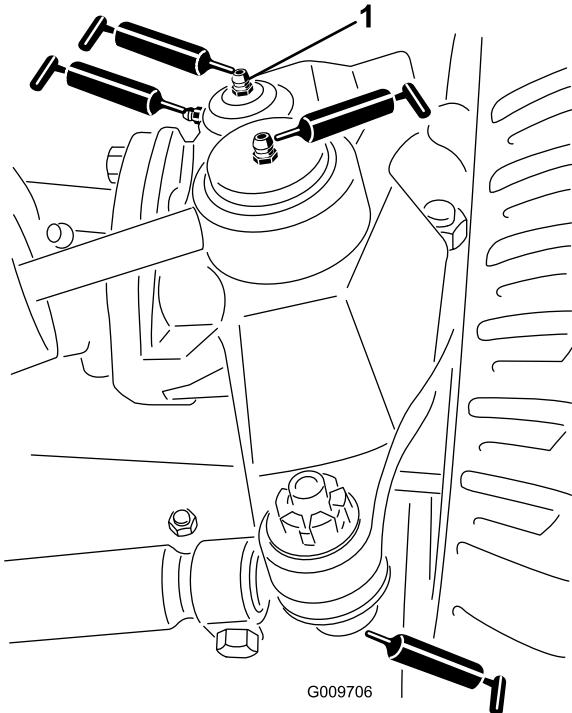

Figura 66
- Giunti sferici (2) del cilindro di sterzo (Figura 66)
- Giunti sferici (2) del tirante (Figura 66)
- Boccole (2) del perno del fuso a snodo (Figura 66). **Il raccordo superiore sul perno del fuso a snodo richiede soltanto una lubrificazione annuale (2 pompage).**